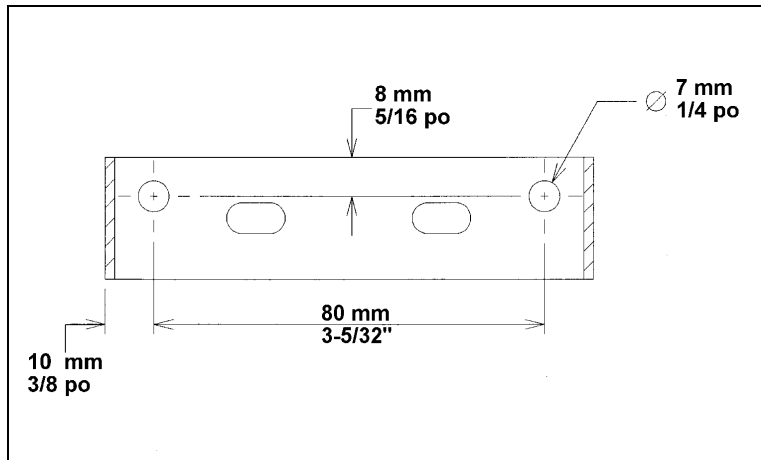

FIGURE 1 : SUPPORT DE LA CAMÉRA
3. Percer deux trous d'environ 7 mm (1/4 po) de diamètre sur le support de la caméra de remplacement. Voir la figure 1 pour l'emplacement des trous.